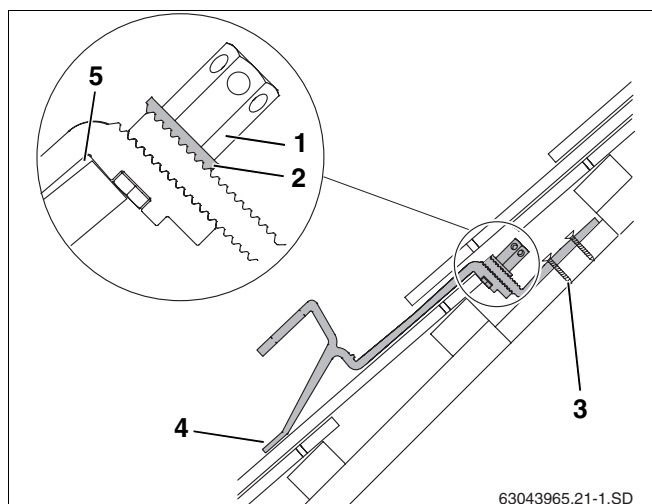

Fig. 19 Gancio da tetto montato - Vista in sezione con parte inferiore del gancio da tetto ridotta
- Disporre il supporto anteriore sull'embrice in maniera tale che, se gravato, esso abbia un punto d'appoggio (fig. 19, **pos. 4**).
In tal caso, il gancio da tetto deve avere un po' di gioco in prossimità del bordo superiore della tegola (fig. 19, **pos. 5**). Se necessario, regolare la posizione dell'embrice nella parte superiore.
La rondella dentata (fig. 19, **pos. 2**) deve incastrarsi nella dentatura della parte inferiore del gancio da tetto.
- Serrare il dado esagonale lungo (fig. 19, **pos. 1**). A tal fine, infilare la chiave SW5 nel foro del dado esagonale e ruotare.
- Fissare la parte inferiore del gancio da tetto al travetto o alla asse/tavola almeno nel primo (fig. 19, **pos. 3**) e nel secondo foro, servendosi di viti adeguate.